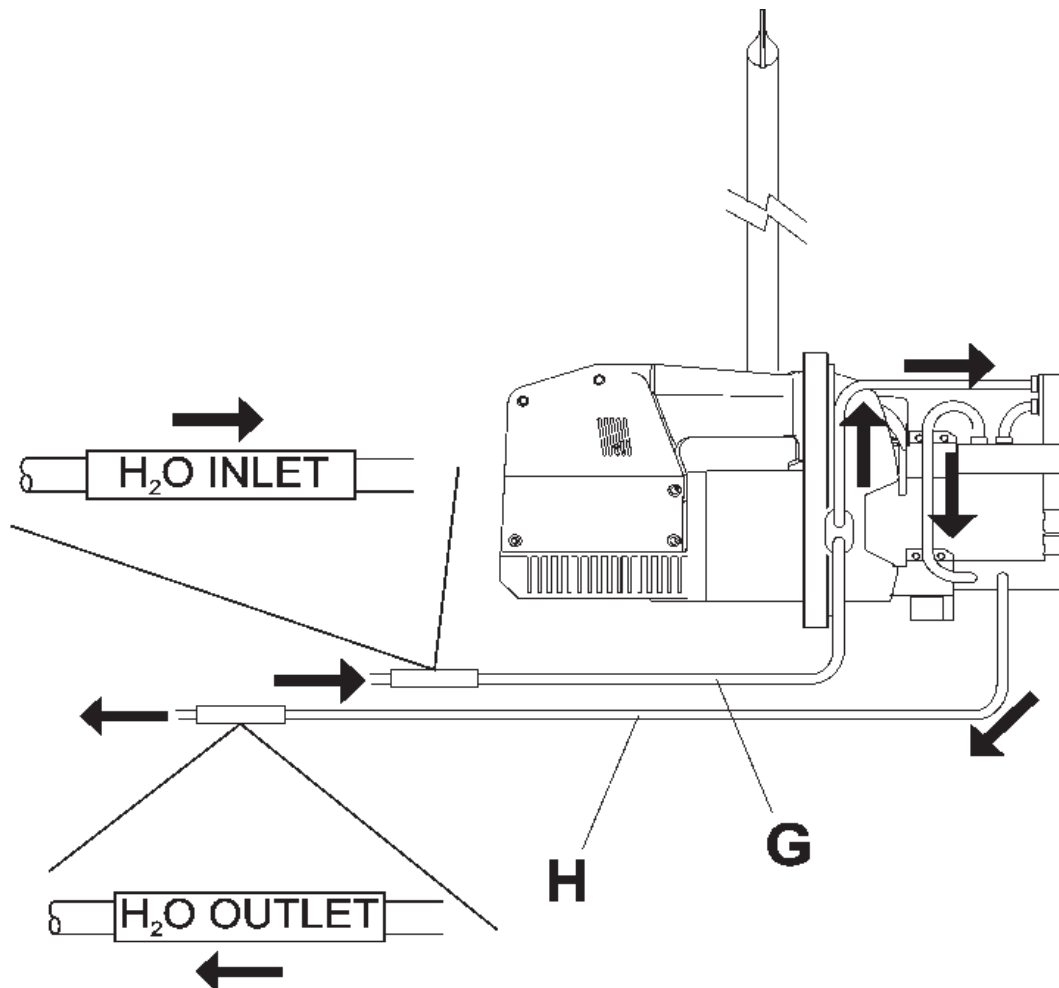

Fig. 1
Für die korrekte Kühlung der Maschine werden 150 l/h sauberes Wasser mit Vorlauftemperatur von max. 30 °C benötigt. Beim Anschluss ist darauf zu achten, dass in den Schläuchen kein Schmutz und keine Verpackungsreste sind. Den Wasserzugang am Vorlauf H2O INLET (G) anschliessen, sodass das kalte Wasser sofort die leicht erhitzbaren Maschinenteile erreichen kann. Das warme Wasser, das die Zange gekühlt hat, geht vom Auslaufrohr H2O OUTLET (H) aus. Vorlauf- und Auslaufrohre sind mit Etiketten gekennzeichnet (Fig.1)